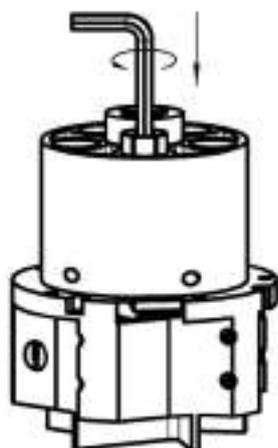

Abb.73: Kontaktbuchse einsetzen
4. Neue Kontaktbuchse mit dem Innensechskantschlüssel einsetzen und festziehen (Abb. 73).